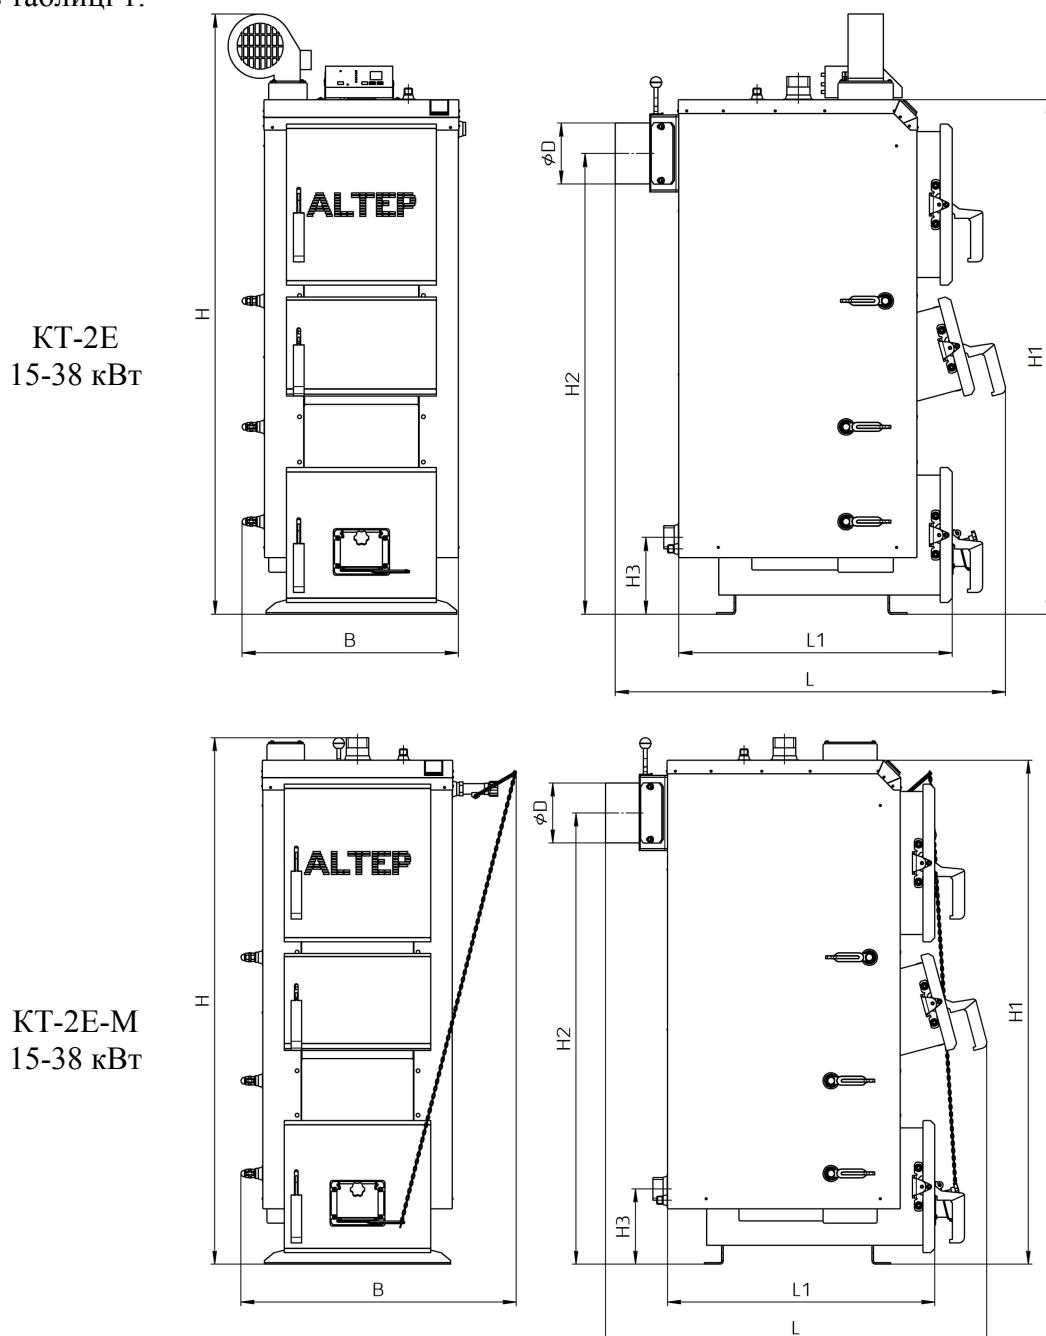

Рисунок 1 – Габаритне креслення котла типу КТ-2Е (КТ-2Е-М)
Основні технічні характеристики котлів типу КТ-2Е (КТ-2Е-М) (рисунок 1) наведені в таблиці 1.
| Габаритні розміри котла (див. рис. 1) | В | мм | 565 (735) | 615 (785) | 615 (785) | 615 (785) | 615 (785) |